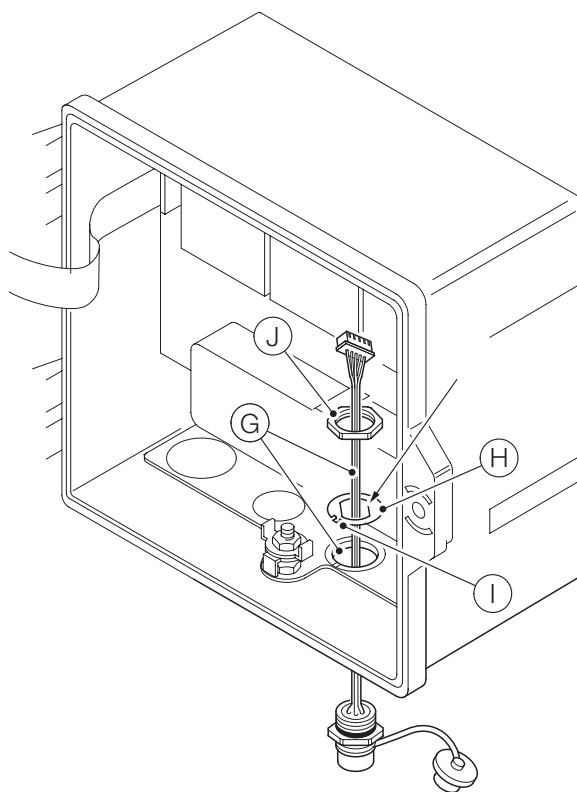

Рис. 12 Подготовка креплений соединительного кабеля EZLink
См. Рис. 12:
- 7** Вставьте установочный язычок (I) в паз пластины сальников (K) (в случае пластмассового корпуса) или паз в отливке (в случае металлического корпуса).
- 8** Полностью вставьте корпус соединителя EZLink (L) в кабельный ввод и выровняйте корпус соединителя, ориентируясь на лыски установочной шайбы (см. Рис. 12).
- 9** Наверните контргайку (J) на корпус разъема и затяните гаечным ключом.